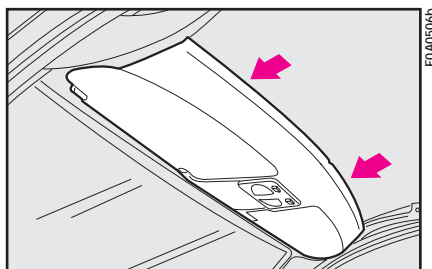

рис. 100
### ПОЛКА ДЛЯ ЛЕГКОВЕСНЫХ ПРЕДМЕТОВ (рис. 100)
**ПРЕДУПРЕЖДЕНИЕ** Полка может выдержать вес не более 3 кг с каждой стороны. Запрещается класть на полку предметы, имеющие вес больше допустимого. Запрещается использовать полку в местах, указанных на рисунке, как поручень (**рис. 100**). Для этого есть специальные поручни.